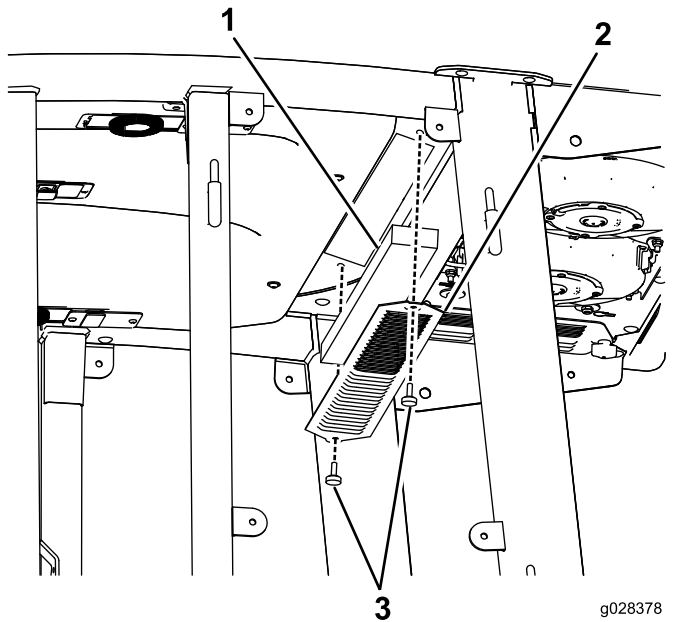

Bild 121
1. Nehmen Sie die Schrauben und Gitter von den internen und hinteren Kabinenluftfiltern ab (Bild 121).